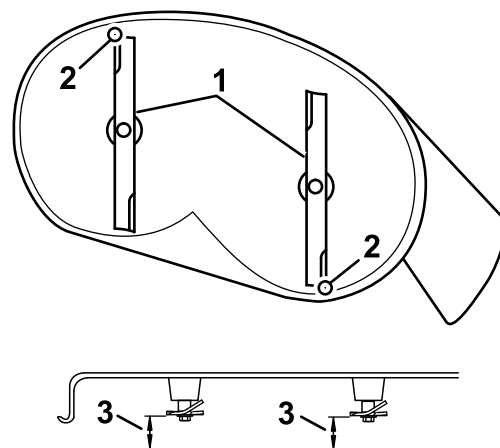

Figura 60
4. Gire cuidadosamente las cuchillas colocándolas en el sentido de avance de la máquina (Figura 60).
5. Mida entre la punta de la cuchilla delantera y la superficie plana y entre la punta de la cuchilla trasera y la superficie plana (Figura 60).
4. Después de realizar el ajuste, compruebe de nuevo la inclinación longitudinal, y siga ajustando la tuerca hasta que la punta de la cuchilla delantera esté entre 1.6 y 7.9 mm (1/16" a 5/16") más baja que la punta de la cuchilla trasera (Figura 60).